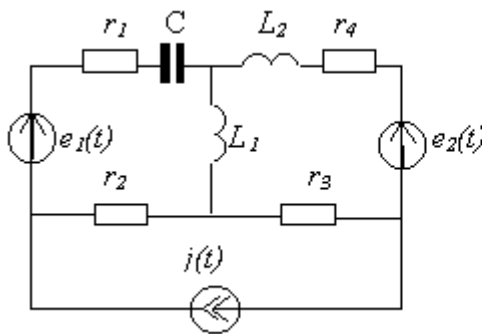

Рис. 4.9
4.6. Схема электрической цепи представлена на рис. 4.9. Ее параметры:  $e_1(t) = 5\sin 1000t$  [В],  $e_2(t) = 4\sqrt{2} \sin(1000t + 45^\circ)$  [В],  $j(t) = 3\sin(1000t + 90^\circ)$  [А],  $r_1 = r_3 = 1$  [Ом],  $r_2 = r_4 = 2$  [Ом],  $C = 500$  [мкФ],